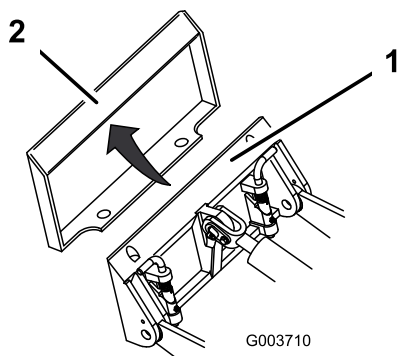

Figure 15
4. Placez la plaque de montage dans le bord supérieur du socle du récepteur de l'accessoire (Figure 15).